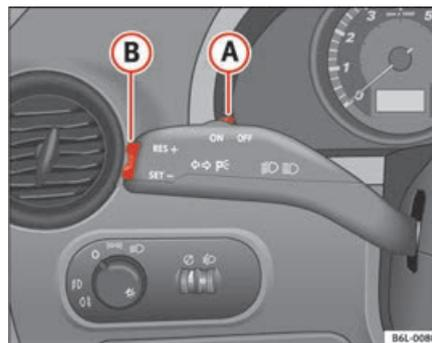

Fig. 106 Leva degli indicatori di direzione e degli abbaglianti: interruttore e tasto di comando del regolatore di velocità ▶
- Spostare verso sinistra l'interruttore ⇒ **fig. 106** **(A)**, posizionandolo su **ON**.